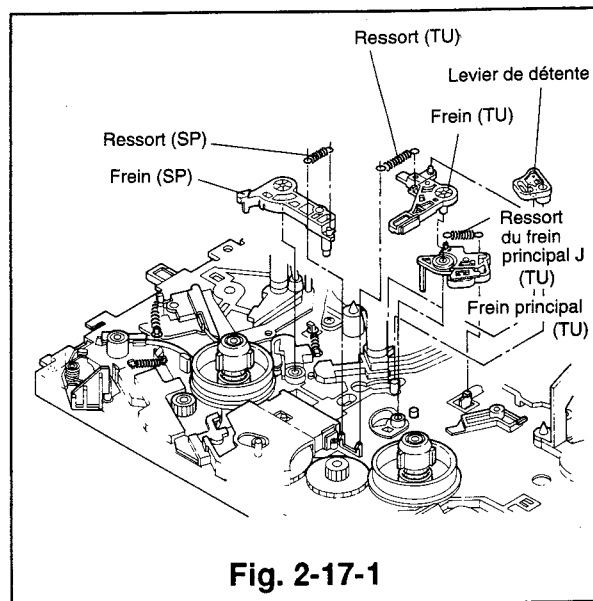

Fig. 2-17-1
- 2) Déposer le frein (SP) et le ressort (SP). (Se référer au Para. 2-14 pour la marche à suivre.)
- 3) Enlever le levier de détente, le frein (TU) et le ressort (TU). (Se référer au Para. 2-16 pour la marche à suivre.)
- 4) Déposer le ressort J du frein principal (TU) et soulever le frein principal (TU) pour le déposer. (Voir la Fig. 2-17-1)